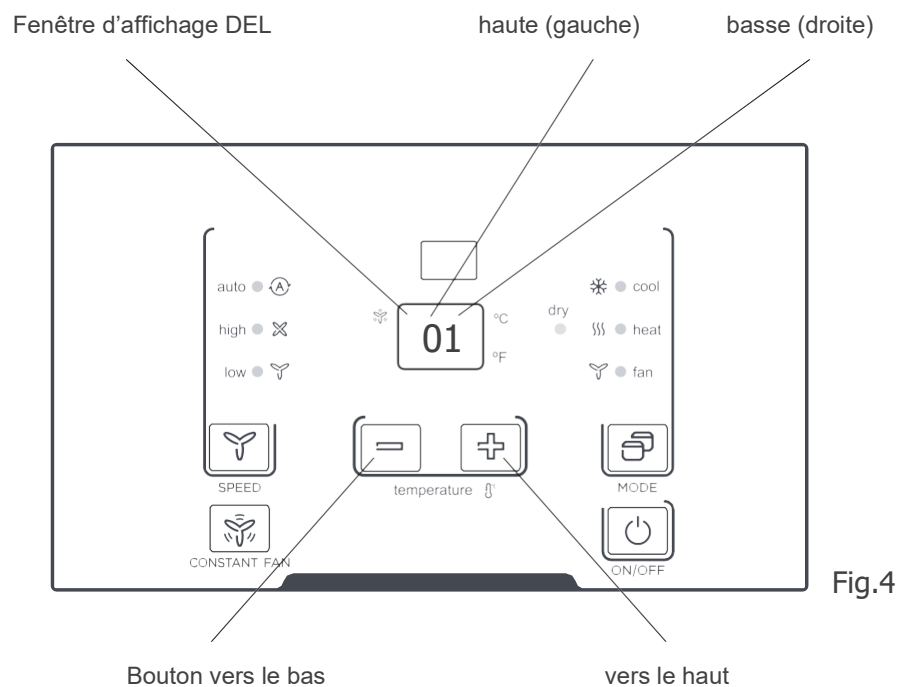

Fig.4
- Appuyez sur les boutons haut et bas pendant 3 secondes pour activer les configurations des commutateurs DIP par panneau de commande (voir Fig. 4).
- Paramètres de fonction d'affichage avec 2 numérisations dans la fenêtre d'affichage à DEL, haut (gauche) pour les commutateurs DIP, bas (droit) pour les fonctions (voir Fig. 4).